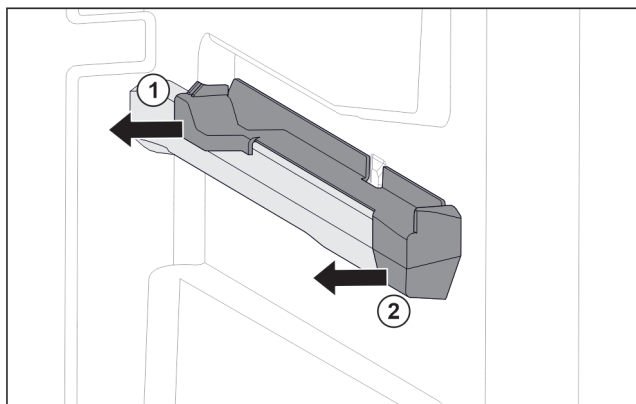

Fig. 30 Aufsteckteil auf der rechten Behälterrippe
- Aufsteckteil hinten zur Seite abziehen. Fig. 30 (1)
- Aufsteckteil vorne zur Seite abziehen. Fig. 30 (2)